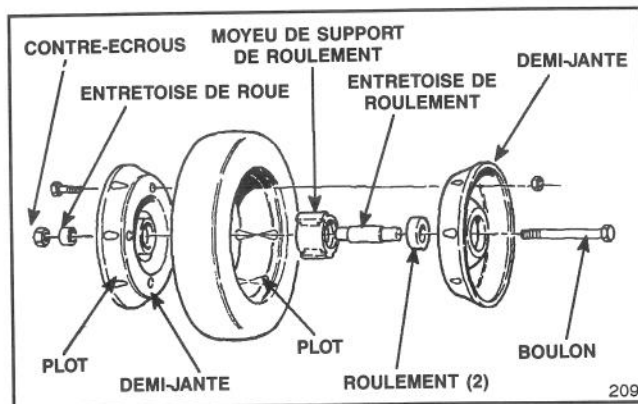

Figure 20
1. Arrêtez le moteur et retirez le boulon, l'entretoise et le contre-écrou qui fixent la roue au bras pivotant (figure 20).
2. Détachez les deux demi-jantes du pneu en retirant les quatre boulons à tête à collerette et contre-écrous (figure 20).
1. Positionnez le pneu sur une demi-jante en faisant correspondre leurs plots (figure 20).